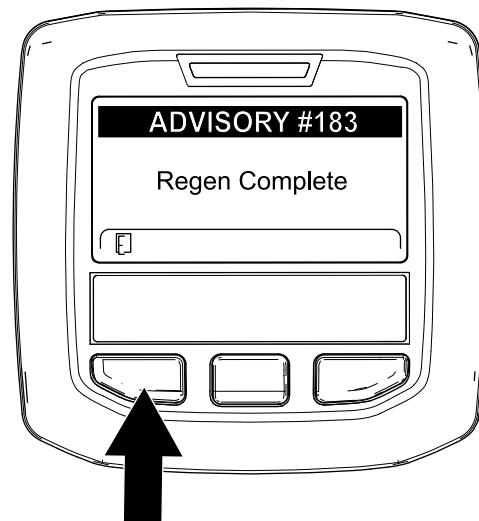

Figura 63
9. Quando il computer del motore completa una rigenerazione parcheggiata o una rigenerazione di recupero, l'InfoCenter visualizza il messaggio ADVISORY #183 (Figura 63). Premete il pulsante sinistro per uscire e tornare alla schermata Home.